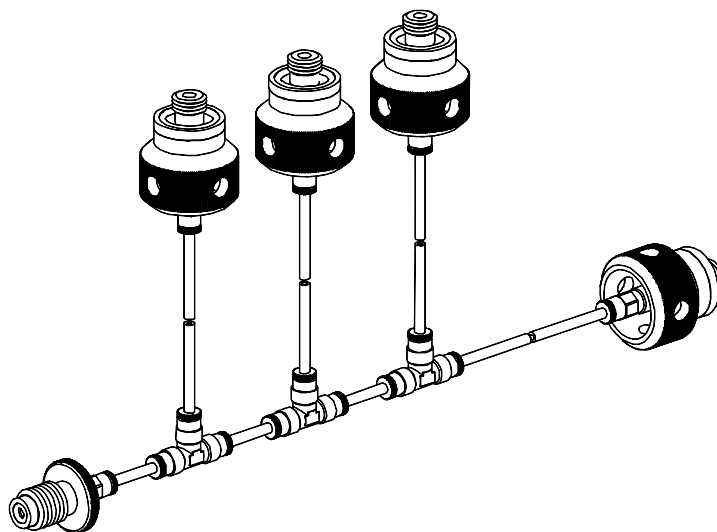

Рисунок 2.11
- Гребенка (рисунок 2.11) – предназначена для фланцевого подключения 4-х датчиков с внутренней резьбой K1/4.